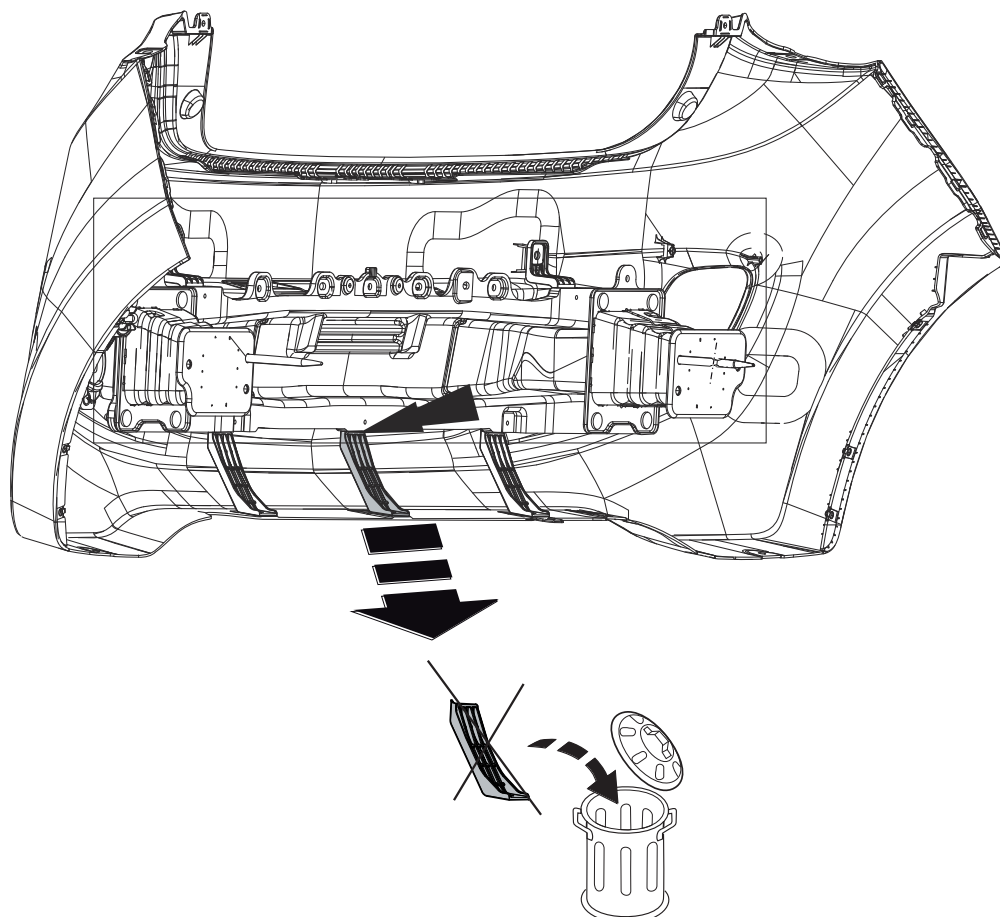

Fig. 2
2. Remove the part indicated. See figure 2.
2. Den angegebenen Teil abmontieren. Siehe Abbildung 2.
2. Démontez la partie indiquée. Voir la figure 2.
2. Demonter den angivne del. Se fig. 2.
2. Снять указанные детали. См. рисунок 2.